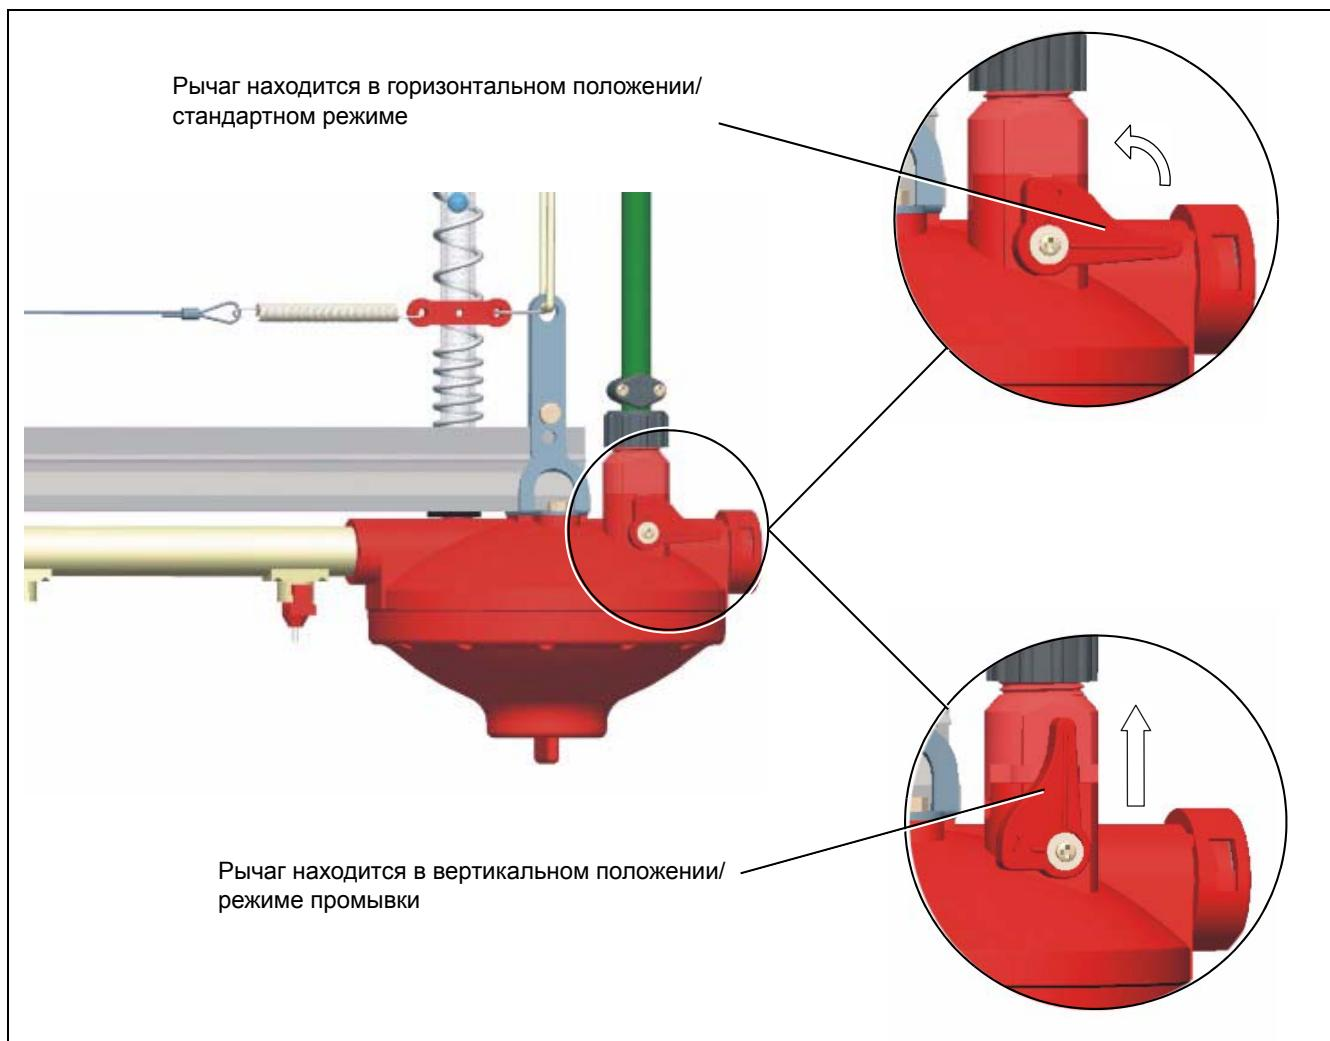

Рисунок 9A
2. Включите режим промывки, повернув рычаг регулятора против часовой стрелки на 90° (из горизонтального в вертикальное положение), как показано на *Рисунок 9A*.